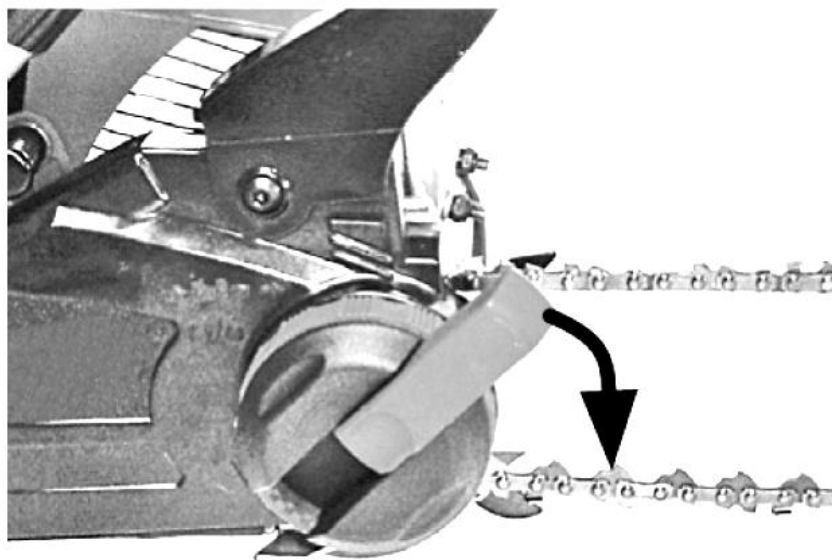

Рис. 7
- Выдвиньте зажимной рычаг и слегка зажмите шину, до момента чтобы шина и цепь не болтались, но оставалась некоторая свобода для регулировки натяжения цепи (см. Рис. 7).